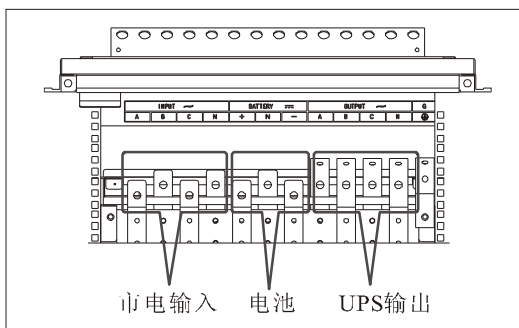

图 5-2
- 2) 将 UPS 输入、输出配线和电池配线穿过顶部出线盖板上的出线胶圈按标识在正面方向接到对应的铜条上（铜条上的标识如图 5-2）。